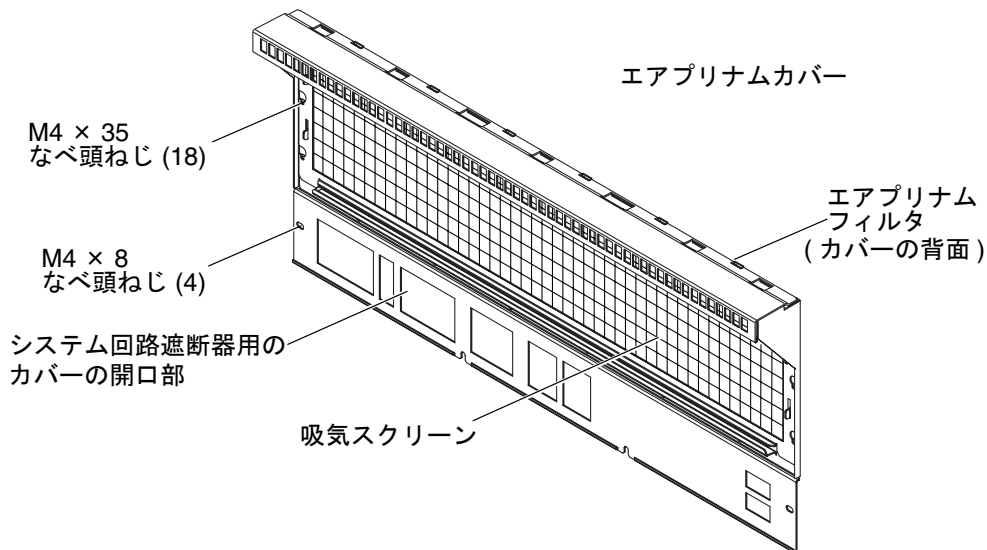

図 3-1 エアプリナムカバー
3. 吸気スクリーンの上部および両側、下部から 18 本の M4×35 なべ頭ねじを外して、エアプリナムカバーを取り外します (図 3-1)。